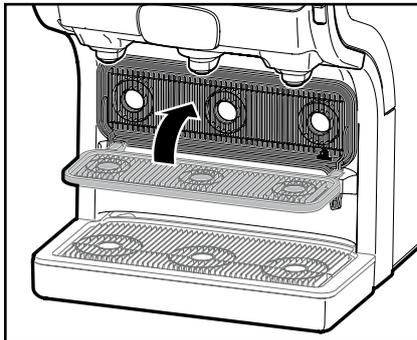

Fig. 11
- Bascule o porta-chávenas para cima para obter mais espaço para o seu bule. (Fig. 11)